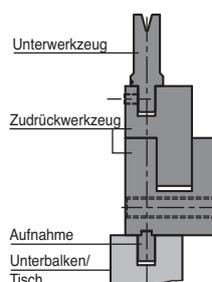

Abb. 4.8
- In der Spannutt im Tisch oder Unterwange mithilfe eines 13 mm breiten Aufnahmezapfens (Abb. 4.8).